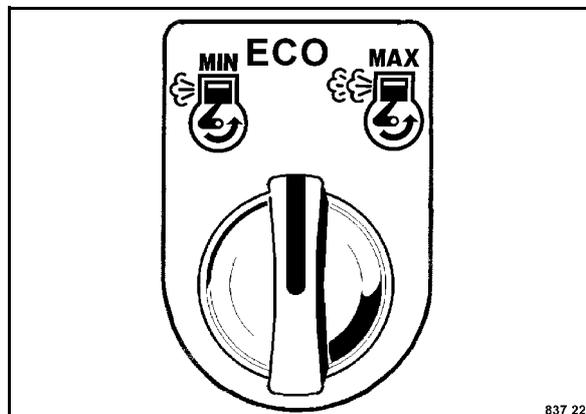

Fig. 78
- Avviare il motore diesel, porre l'interruttore (Fig. 78) in posizione "ECO" o "MAX".